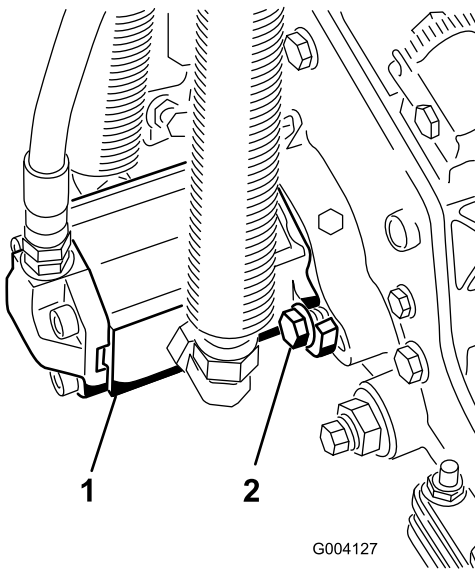

Figura 30
- Instale el motor girándolo en el sentido de las agujas del reloj de modo que las bridas del motor no choquen con los pernos (Figura 30).